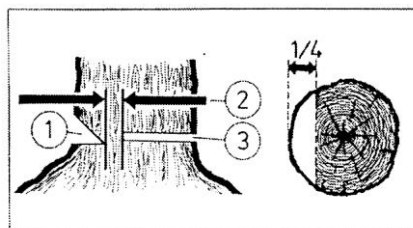

Fig. 11
Po pierwsze podcięcie musi być cięte w pień drzewa tak, aby określić kierunek, w którym drzewo ma spadać. Podcięcie, powinno mieć głębokość równą około jednej czwartej średnicy pnia (1). Należy najpierw naciąć piłą do dołu, pod kątem, a następnie poziomo w poprzek pnia do spotkania z nacięciem górnym (Fig. 11). Nacięcie (3) musi być wykonane powyżej poziomu dolnego podcięcia (1). To cięcie nie należy wykonywać do końca, ale pozostawić pasek bez rozcięcia (2), w przeciwnym razie drzewo może spaść poza kontrolą. Pas nierozciętego drewna powinien mieć szerokość około jednej dziesiątej średnicy pnia. Kliny powinny być prowadzone do szczeliny cięcia w odpowiednim czasie. Tylko kliny wykonane z drewna, aluminium lub z tworzywa sztucznego mogą być wykorzystywane, nigdy kliny z żeliwa lub stali.